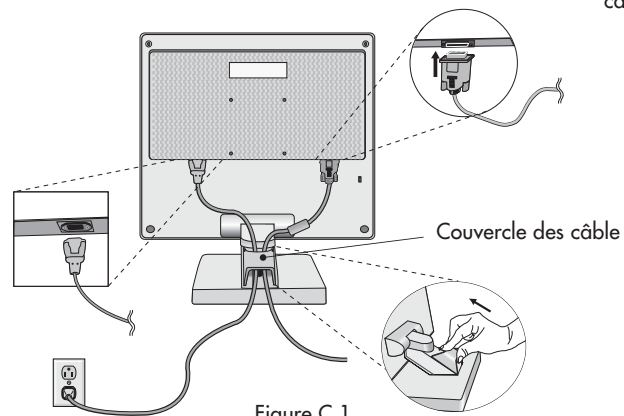

Figure C.1
4. Branchez le mini-connecteur D-SUB à 15 broches de câble vidéo aux connecteurs appropriés à l'arrière du moniteur (**Figure C.1**). Enlevez la gaine de câble.
5. L'Interrupteur de Vacances sur le côté droit de l'écran doit être allumé (**Figure C.1**). Allume l'écran de Silhouette de bouton et l'ordinateur.